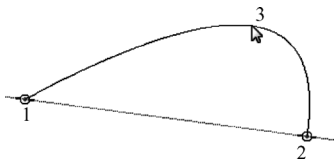

图 2-23 绘制圆锥曲线
4) 使用鼠标左键拾取轴肩位置，完成锥形弧的创作，绘制示例效果如图 2-23 所示。